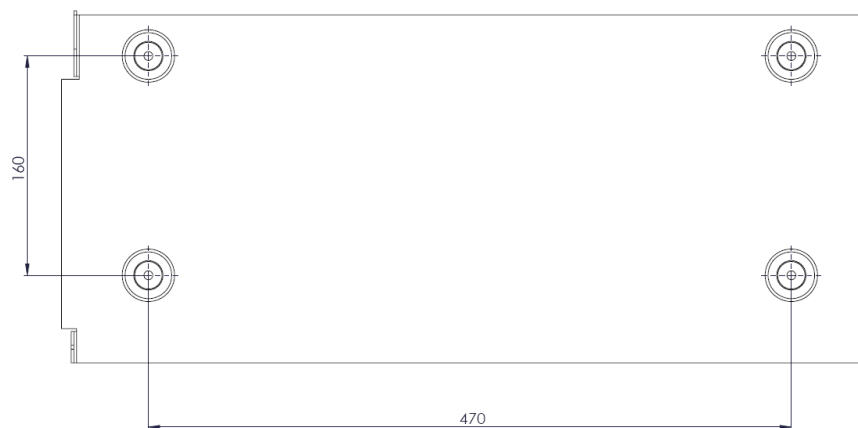

Abb. 9: Bohrungsmaße
- 4. Position der Bohrlöcher mit Hilfe der Aussparung in der Wandhalterung anzeichnen, oder gemäß Bemaßung in Abb. 9 anzeichnen.